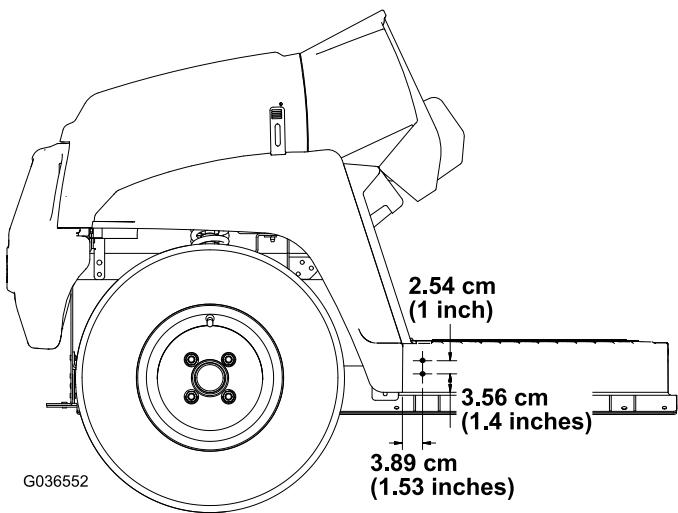

Figura 3
- Utilizzando le dimensioni nella Figura 3, praticate 2 fori (5/16") all'esterno del pianale, sui lati sinistro e destro della macchina.